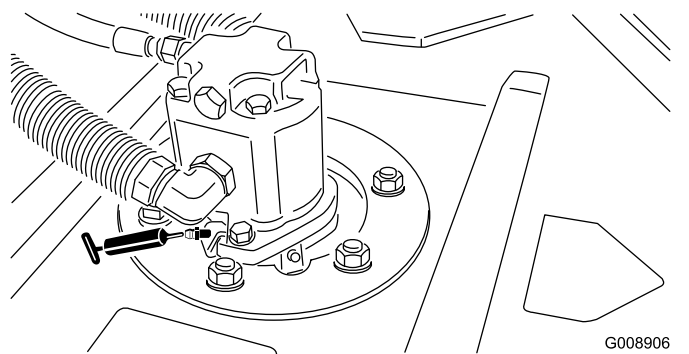

図 51
- カuttingユニットのスピンドルシャフトのベアリング 各カuttingユニットに2ヶ所 図 51